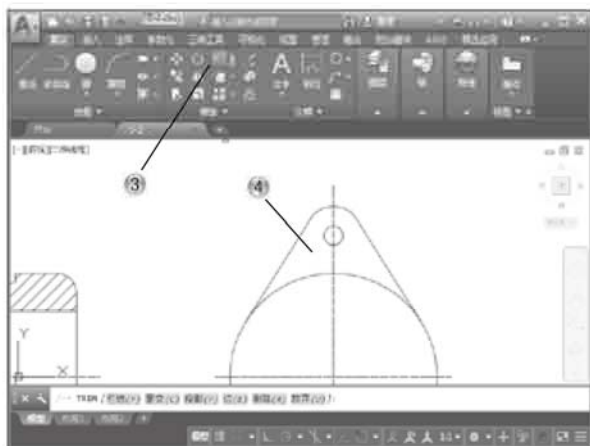

图 5-91
③ 单击【修改】面板中的【修剪】按钮,如图 5-91 所示。
④ 在绘图区修剪图形。